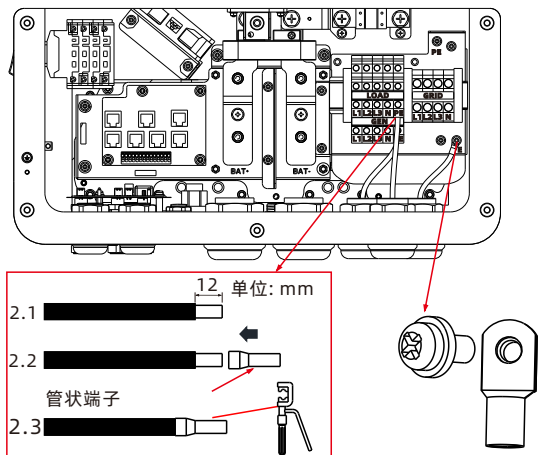

图6.10 接地示意图
2) 将地线连接至下盖板内AC接线端子PE端口或结构件保护接地位置，下盖板内部接地位置如图6.10所示；